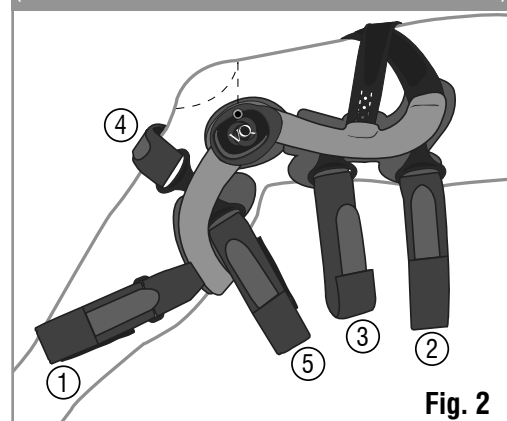

Fig. 2
- Align hinge centers with top of kneecap and position slightly behind midline of leg (Fig. 2).
- Alinee los centros de las bisagras con la parte superior de la rótula; la bisagra debe quedar ligeramente detrás de la línea media de la pierna (Fig. 2).
- Alignez les centres des charnières avec le haut de la rotule et positionnez-les légèrement derrière le milieu de la jambe. (Fig. 2).